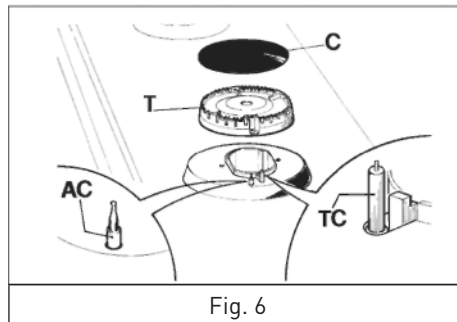

Fig. 6
Nettoyez régulièrement la plaque de cuisson, les grilles supports en acier émaillé, les chapeaux de brûleurs en émail « C » ainsi que les couronnes de brûleurs « T » (reportez-vous à la fig. 6) avec de l'eau tiède savonneuse. Rincez ensuite tous les éléments et séchez-les soigneusement. Ne nettoyez jamais les éléments lorsqu'ils sont encore chauds. N'utilisez jamais de produits abrasifs. Ne laissez pas de résidus de vinaigre, de café, de lait, d'eau salée, de citron ou de jus de tomate en contact avec les surfaces en émail pendant des périodes prolongées.
- Vérifiez que les chapeaux de brûleur en émail « C » (fig. 6) sont correctement positionnés sur les couronnes. Le chapeau doit être stable.